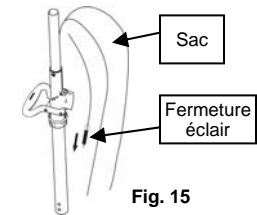

Fig. 15
4. Glissez la fermeture éclair du sac extérieur. (Fig. 15)